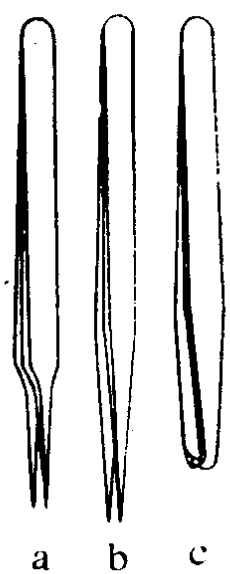
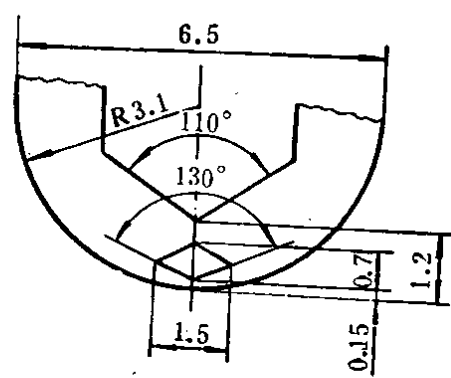

图 1-1 镊子外形图
图 1-2 起针镊子工作部位放大图
1. **镊子** 镊子分普通镊子、尖镊子和起针镊子三种（图 1-1）。夹持、拆装零件用普通镊子；调整游丝用尖镊子；拆卸表针用起针镊子。起针镊子钳口部分的形状和尺寸如图 1-2 所示。不锈钢材料制作的镊子不适合修机械表用，因其镊子尖太软容易变形。但修理石英电子手表必须用不锈钢镊子，因为它不会被磁化。镊子的材料以弹簧钢为宜，经过淬火、回火等热处理工序，使镊子的工作部位保持一定的硬度。镊子尖要对口，用食指和拇指捏住镊子的中部，两片